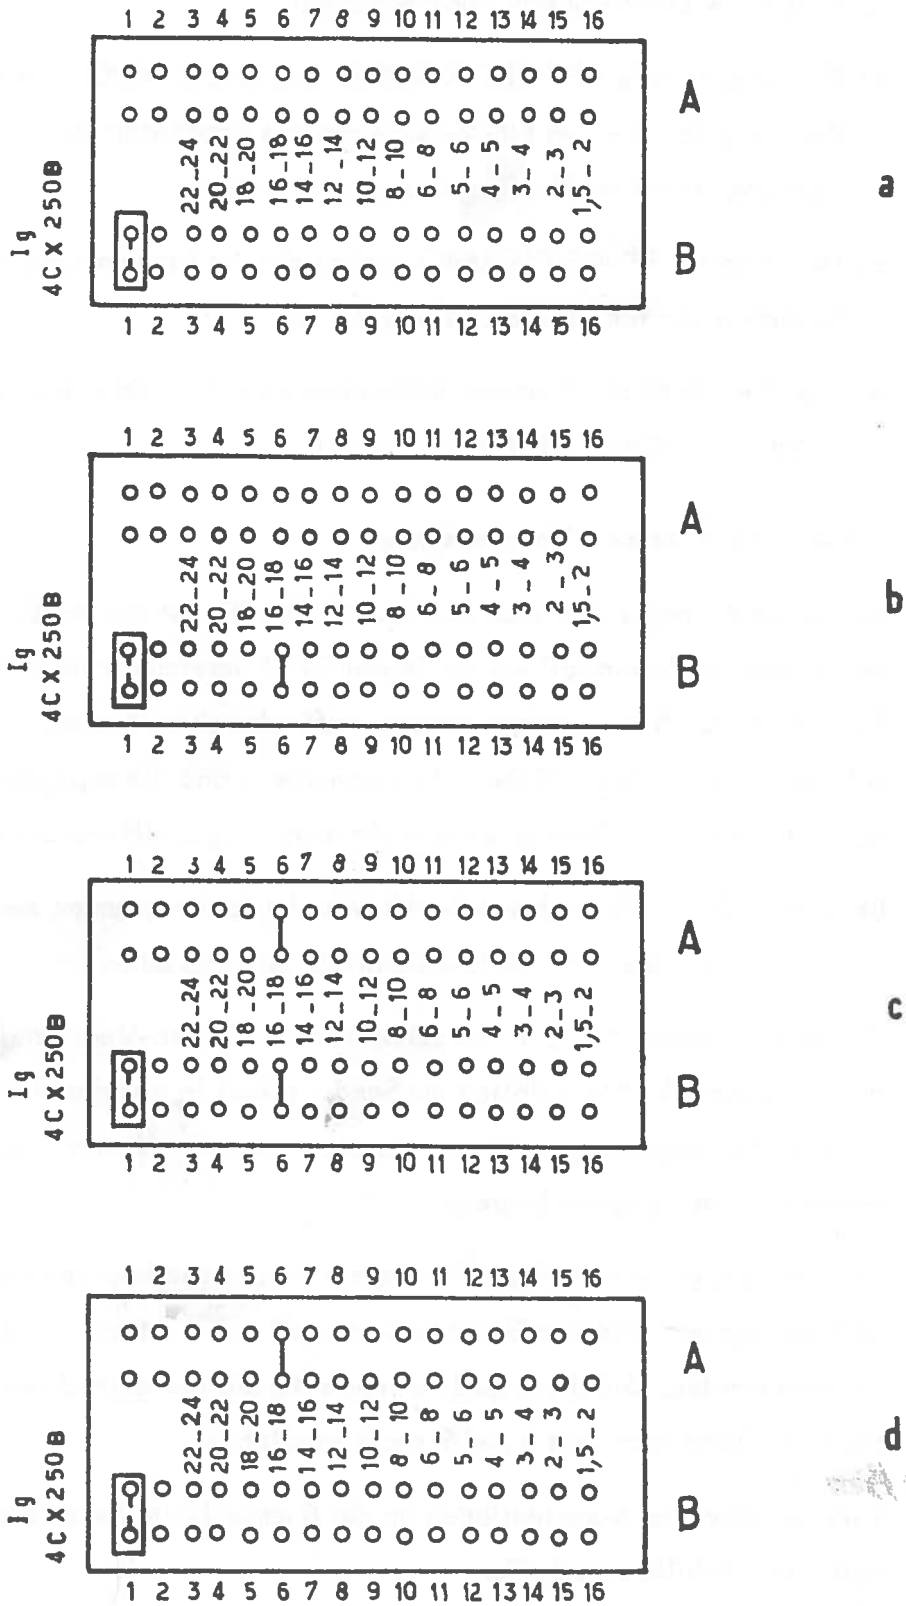

Bild 13 ZUSÄTZLICHE ANTENNEN-VOREINSTELLUNG
- Abstimmung mit freier Buchsenleiste versuchen (Bild 13 a)
- Leuchtet die grüne Lampe nach ca. 60 sec nicht auf, Reiter in betreffenden Frequenzbereich der Reihe B stecken (Bild 13 b)
- Leuchtet die grüne Lampe nach ca. 60 sec nicht auf, Reiter in betreffenden Frequenzbereich der Reihen A und B stecken (Bild 13 c).
- Leuchtet die grüne Lampe nach ca. 60 sec nicht auf, Reiter in betreffenden Frequenzbereich der Reihe A stecken lassen, den Reiter der Reihe B herausziehen (Bild 13 d)
- Leuchtet die grüne Lampe bei mehreren Kombinationen auf, so ist stets die erste in der Reihenfolge der Möglichkeiten zu nehmen, da diese den besten Wirkungsgrad erzielt. Ist also z.B. auf einer Frequenz bei den Kombinationen nach Bild 13 a, 13 b und 13 c eine Abstimmung zu erzielen, ist die Möglichkeit nach Bild 13 a zu wählen.
- Ist bei den beschriebenen vier Kombinationen nach Bild 13 a bis d keine Abstimmung zu erzielen (grüne Lampe leuchtet nicht auf), so reichen die eingebauten Abstimmeelemente für die Anpassung der Antennen-Impedanz nicht aus.